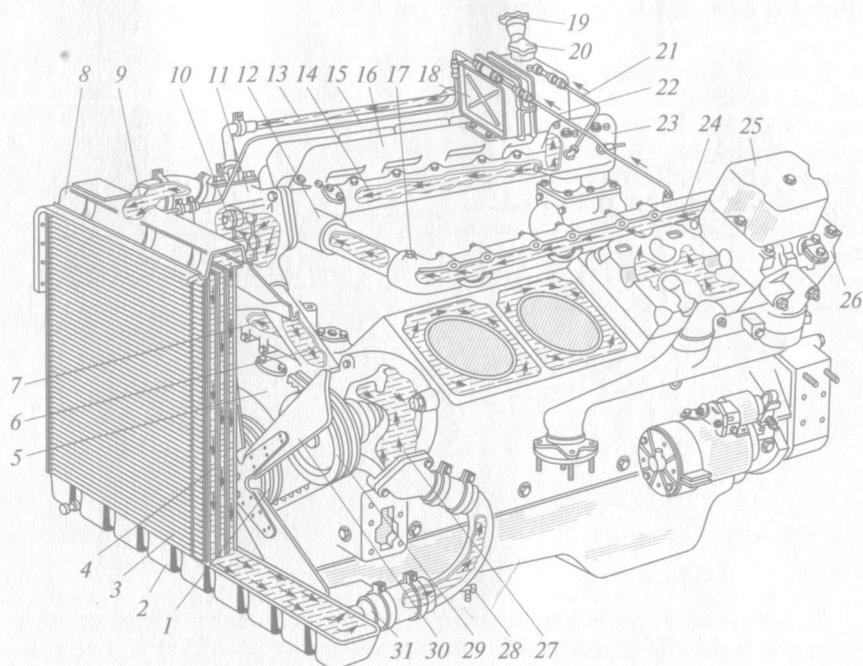

Рис. 1.7. Система охлаждения двигателя КамАЗ-740:
8. Изучить *устройство* и работу агрегатов *системы охлаждения двигателя КамАЗ-740* (использовать рис. 1.7—1.9).